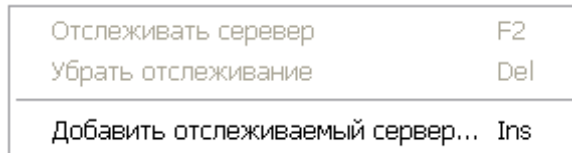

Рисунок 7
1) В контекстном меню окна выберите команду **Добавить отслеживаемый сервер** (рисунок 7).